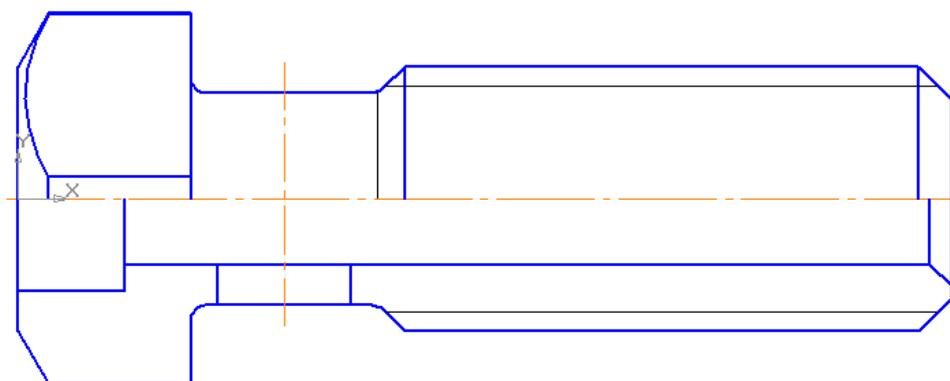

Рис. 90
5. Выполните изображение отверстия $\varnothing 10$. Для этого командой **Параллельный отрезок**  стилем «Осевая» на расстоянии 50 мм от правого торца проведите осевую линию, нажмите кнопку **Указать заново**  на Панели специального управления, измените стиль прямой на основную, укажите курсором построенную осевую линию, введите значение расстояния «5» и проведите вертикальные прямые (глобальная привязка «Точка на кривой» должна быть включена), рис. 90.